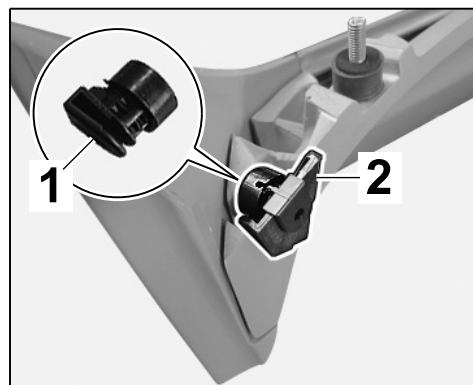

Рис. 30
- 9.8 Установить скобу ⇒ *Рис. 30 -1-* на держатель справа ⇒ *Рис. 30 -2-* и слева.